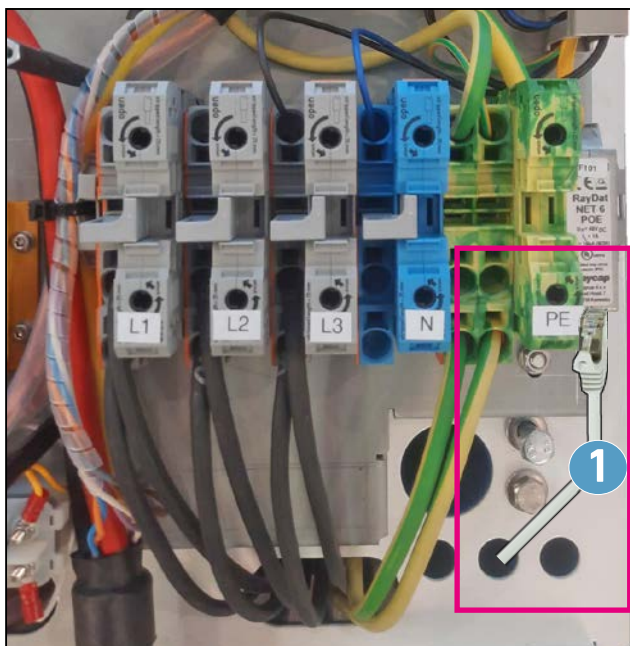

Abb. 39: Anschluss Kommunikation DCW20/DCW40
- 4** Die RJ45-Stecker von Kommunikation (LAN) gemäß Abb. 39 anschließen.